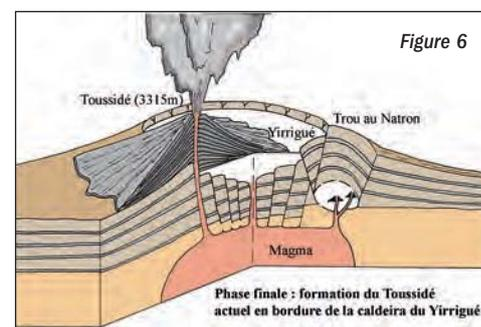

Figure 6
- **Phase 5** : Dans la paroi de la caldeira du Yirrigué, le magma finit par trouver un chemin pour former le Toussidé actuel. En même temps, plusieurs petits volcans se forment au fond du Trou au Natron (figure 6 et cliché du haut p. 36).